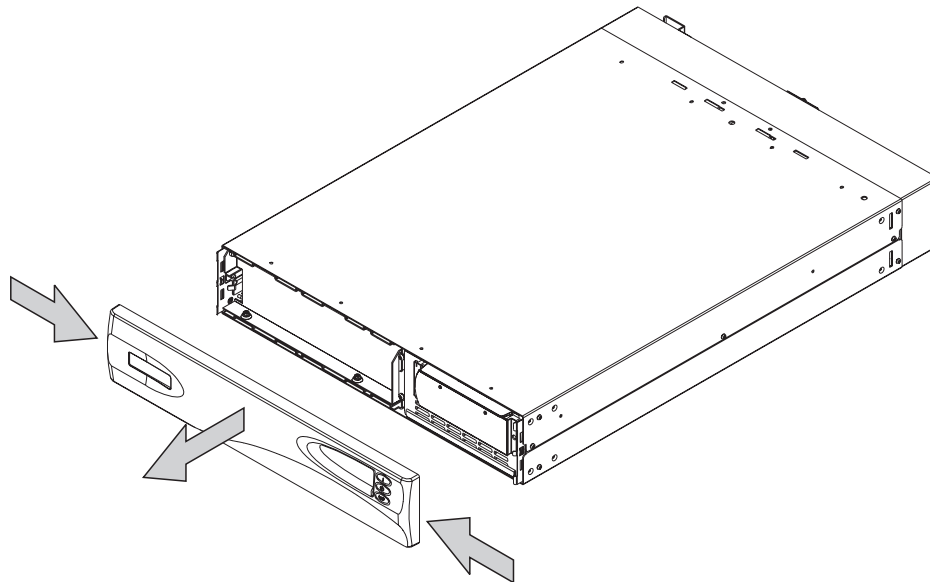

図 307. 2145 無停電電源装置 のフロント・パネルの取り外し
2. 図 307に示すように、フロント・パネルの両側面を内側に押し、次に両端を手前に引いて、フロント・パネルを取り外します。